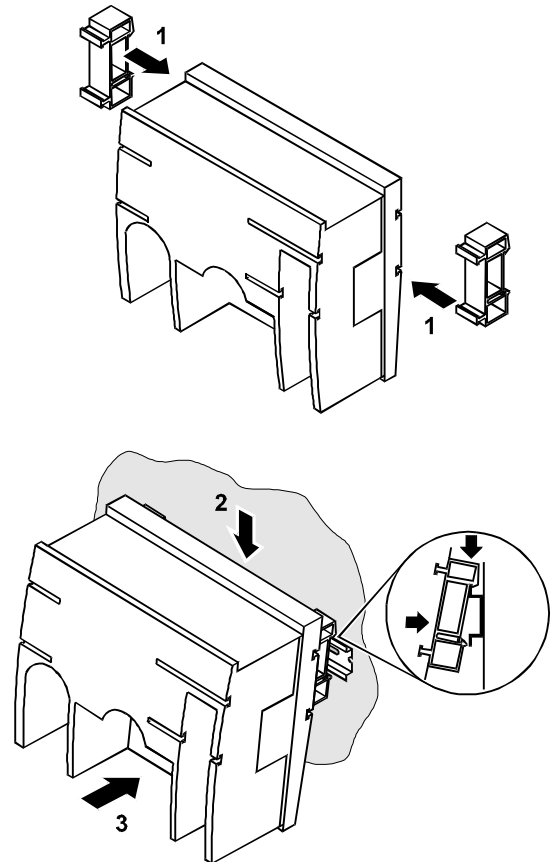

Abb. 13. Schaltschrankmontage ohne Bediengerät
1. Schieben Sie die Klammern für die DIN-Schienen-Montage auf das Gehäuse, wie in Abb. 13 gezeigt.